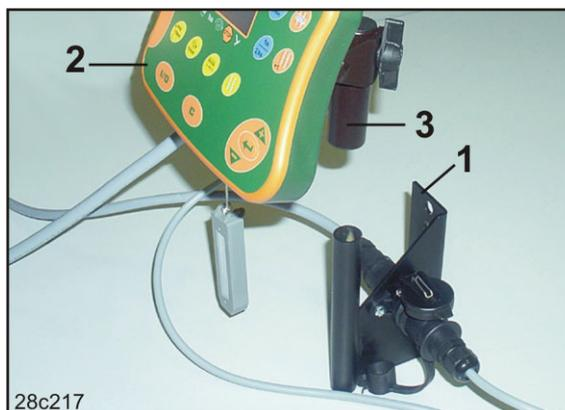

Fig. 17
1. Atornillar el soporte (Fig. 17/1), sin oscilaciones y con conexión eléctrica, a la derecha del conductor en la cabina del tractor, a la vista y al alcance del terminal (Fig. 17/2).
2. Equipar el terminal de mando con la contrapieza (Fig. 17/3).